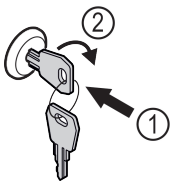

Fig. 115
- ▶ Schlüssel hineindrücken Fig. 115 (1).
- ▶ Schlüssel um 90° im Uhrzeigersinn drehen Fig. 115 (2).